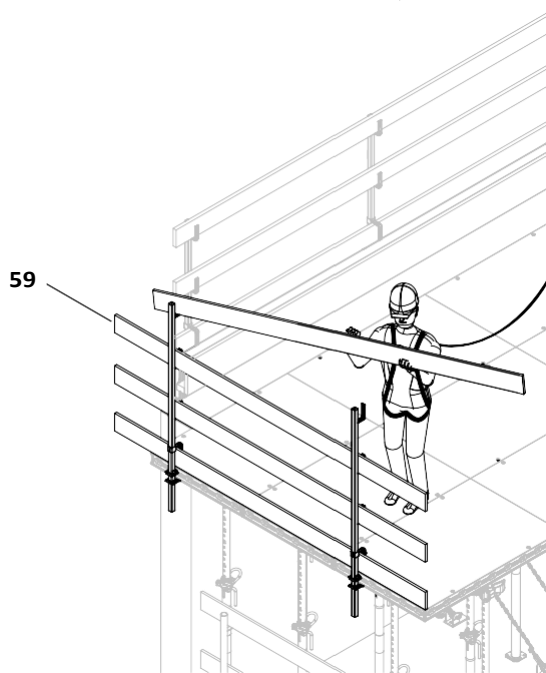

Fig. D4.05
2. Поставете парапетните дъски (59) и ги заковете с пирони. (Fig. D4.05)